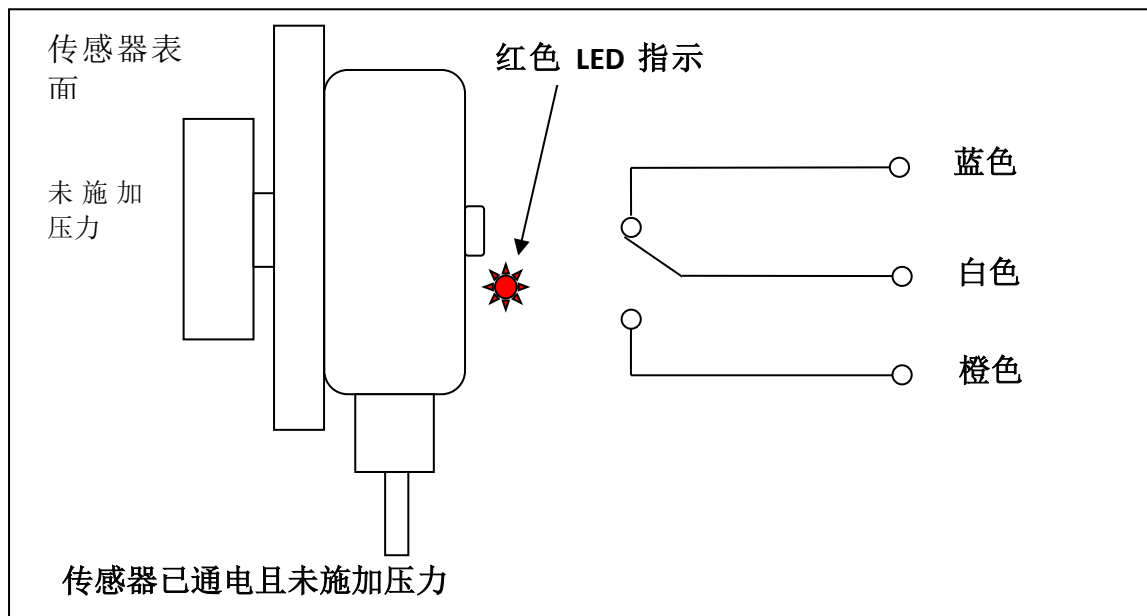
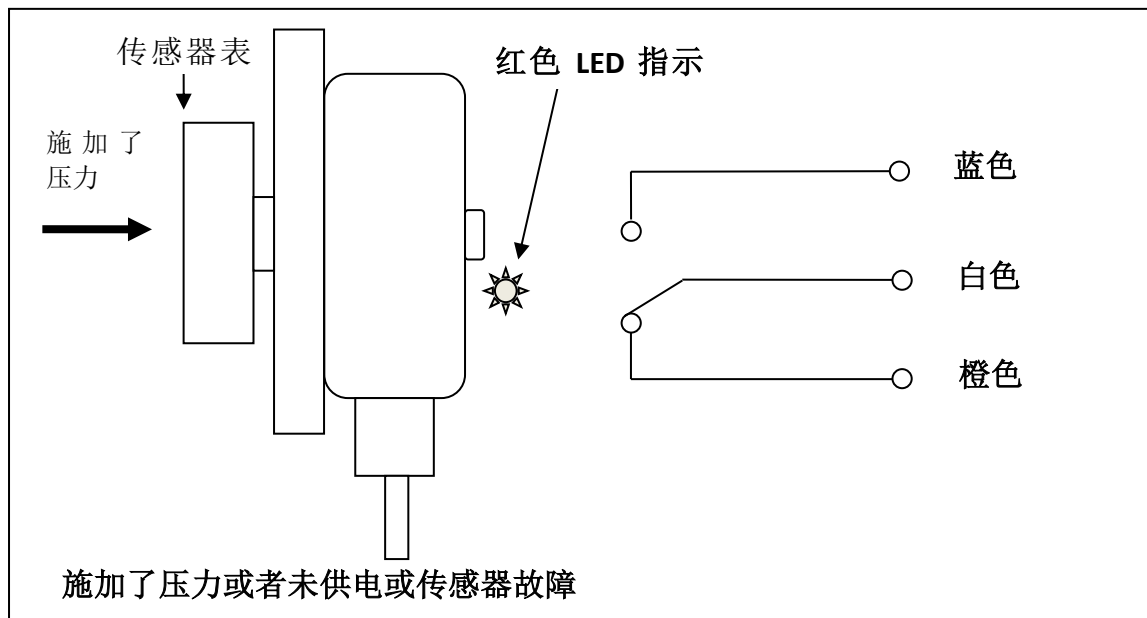

图 8 - TouchSwitch 处于正常状况
图 9 - TouchSwitch 处于报警状况
这是一个电子限位开关。传感器会对施加在传感器表面的压力做出反应。如果压力高于 **3.6kg**，则传感器会将继电器切换至**警报条件**（参见图 9）。如果传感器正常通电工作，并且没有压力施加于传感器表面，那么传感器将会接通继电器，并通过让 LED 指示灯亮起来表示状态正常（参见图 8）。
- 1) 观察传感器外壳（参见图 8）上的红色输出 LED 指示灯是否亮起，输送带或皮带轮是否与传感器接触
- 3) 检查整个系统的警报和停机情况是否与预期一致（参见图 9）